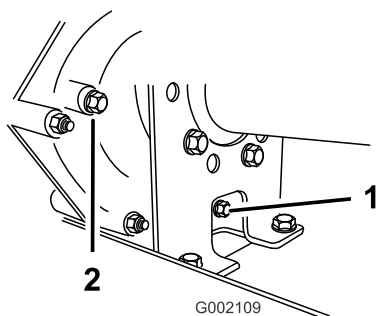
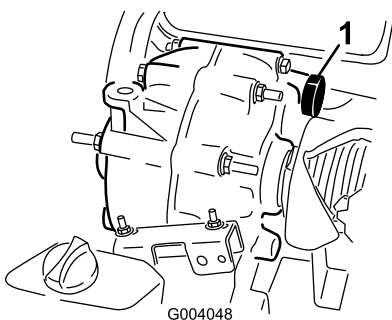

Figura 56
Figura 57
2. Limpe a área em torno dos tampões de enchimento e escoamento com um trapo (Figura 56).
4. Retire o tampão de enchimento rodando-o para a esquerda (Figura 56).
5. Retire o tampão de escoamento rodando-o para a esquerda (Figura 56).
6. Coloque e aperte o tampão de escoamento e a junta no orifício do tampão de escoamento da transmissão (Figura 56).
7. Encha o reservatório (Figura 57) através do orifício do tampão de enchimento com aproximadamente 1,4 litros do óleo especificado ou até o nível de óleo na transmissão estar alinhado com a parte inferior das estrias (Figura 56).
8. Coloque a aperte o tampão de enchimento e a junta no orifício do tampão de enchimento da transmissão (Figura 56).
10. Verifique o nível de fluido e adicione mais fluido, se o nível estiver abaixo das estrias do orifício do tampão de enchimento (Figura 56).